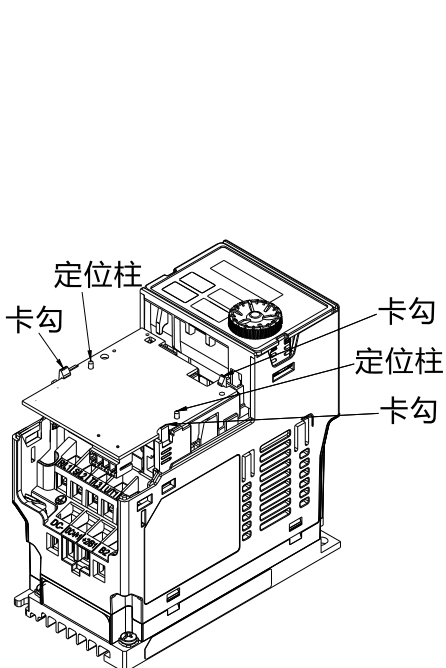

图8-14
4. 组装配件卡：先将配件卡的端子台朝下，接着再将配件卡上的两个圆孔对准定位柱后下压，让三个卡勾卡住配件卡，如图 8-14 所示。